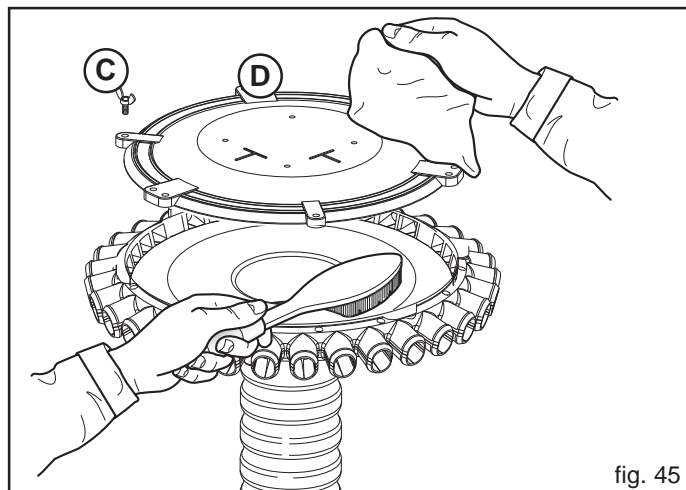

fig. 45
TOUTES LES 50 HEURES DE TRAVAIL	<ul style="list-style-type: none"> - Effectuer un nettoyage complet et soigné du corps du doseur (voir cap. 3.4). - Effectuer un nettoyage complet et minutieux de la tête de distribution (Fig. 45): <ul style="list-style-type: none"> • Dévisser et enlever les écrous à ailettes (C); • Enlever le couvercle du distributeur (D); • Nettoyer avec une brosse les pièces en métal et avec un chiffon les pièces en plastique; • Remonter le couvercle et le fixer au moyen des écrous à ailettes.